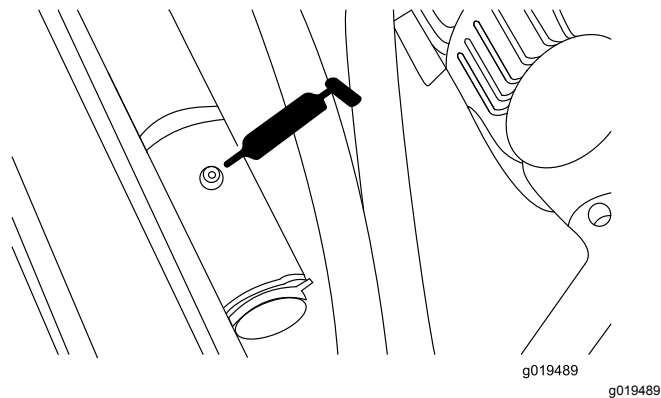

Figure 39
- Pivot de vérin de levage arrière (2) (Figure 39)